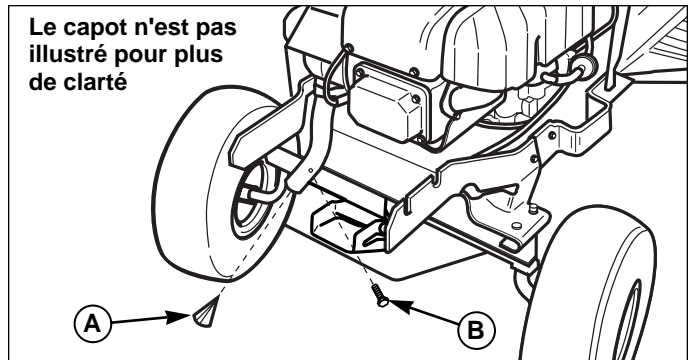

Figure 16. Nettoyer/remplacer la grille d'échappement
2. Retirer la vis (B, Figure 16). À l'aide de pinces, enlever la grille d'échappement (A).